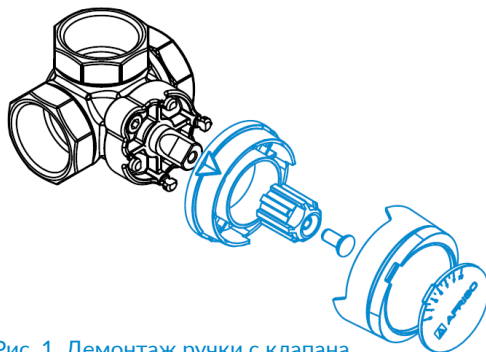

Рис. 1. Демонтаж ручки с клапана
1. Снимите неиспользуемые элементы ручки клапана (Рис. 1).